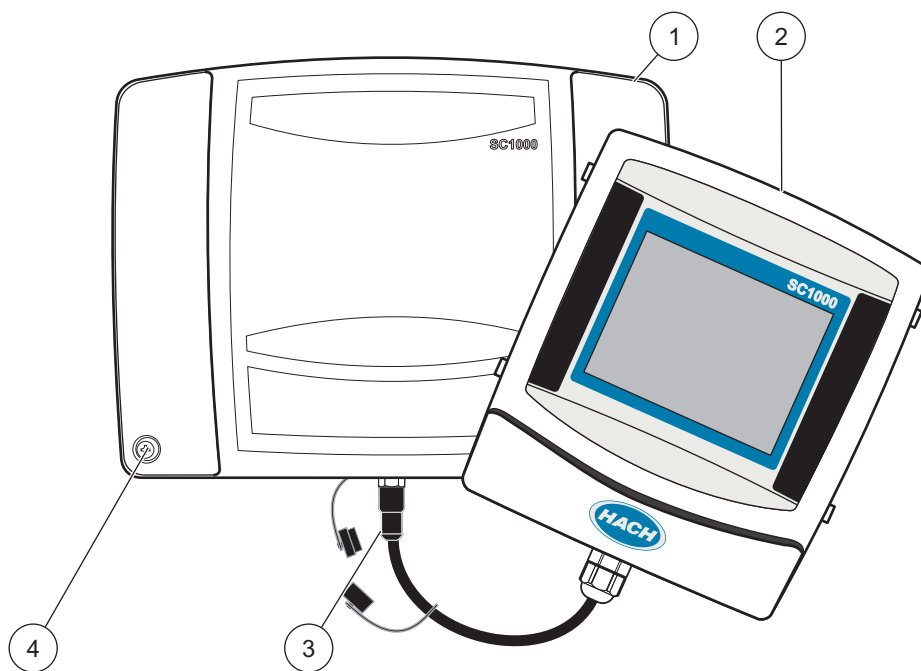

Figura 5 Retire o módulo do display e a tampa do módulo da sonda
Remova o módulo do display antes de efectuar ligações eléctricas (Figura 5).
2. Remova o módulo do display do módulo da sonda (Figura 5).